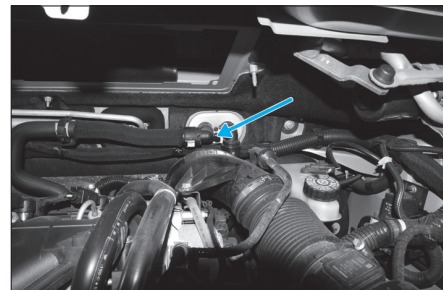

Fig. 21
- Ouvrir la vis de purge du radiateur de chauffage (Fig.21).
- sur la durit du radiateur de chauffage principal (Fig.21),